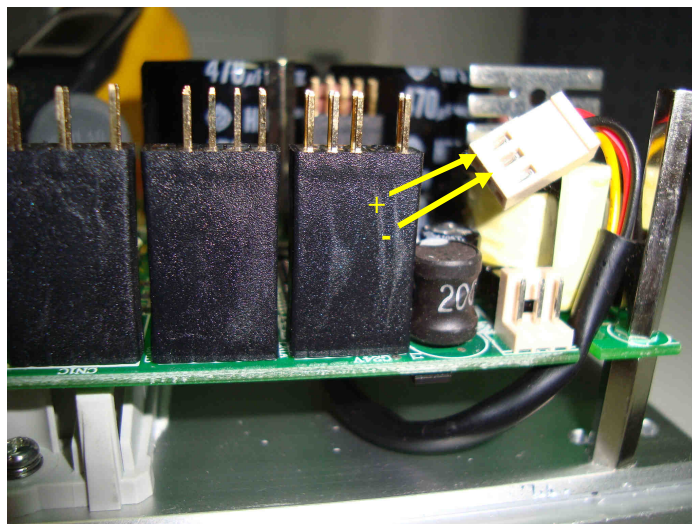

Рис. 4.10 Диагностика вентилятора
4.7.2. Подключить вентилятор к источнику постоянного напряжения 24 В, соблюдая полярность («+» красный провод, «-» чёрный), подать напряжение (см. рис. 4.10). Если вентилятор не вращается, заменить на новый. Если не вращается замененный вентилятор - заменить силовую часть.